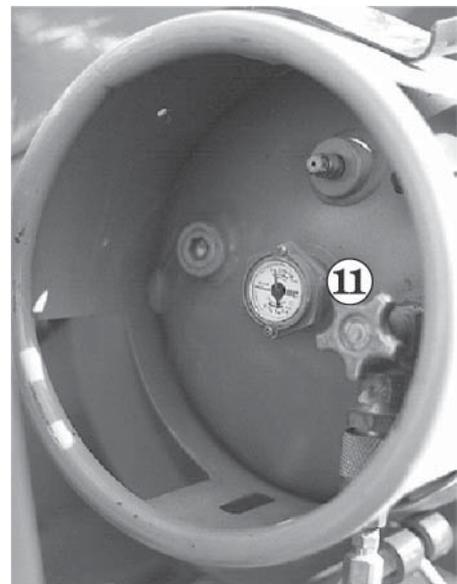

Abb. 10.4
3. **(Option – LPG) Für Maschinen mit LPG-System:** Das Ventil 11 (siehe Abb. 10.4) am Flüssiggasbehälter schließen (ganz hineindreihen).